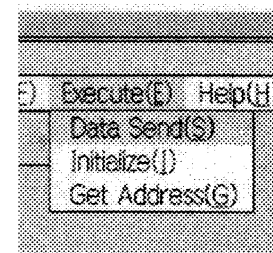

図4-7
② 「Execute(E)」プルダウンメニュー (図4-7)